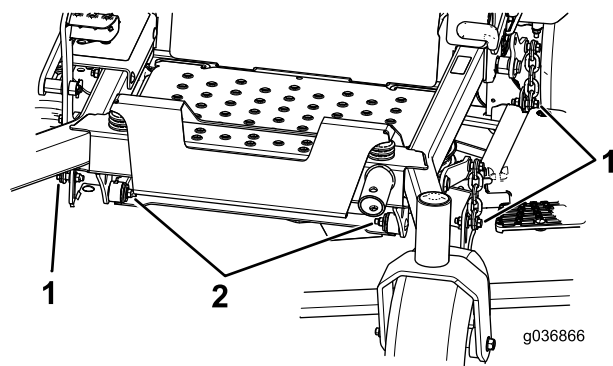

図 85
7. 機体左右のボルト・ナットを取り外して保管する 図 85。